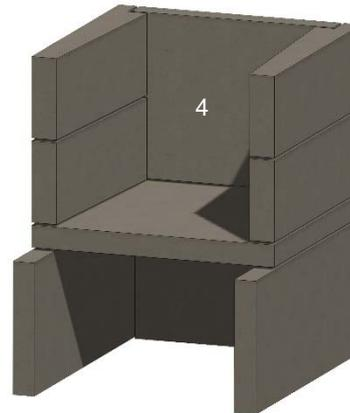

Figura 13. Placa trasera
G. Instale la placa trasera (4). Véase la figura 13.